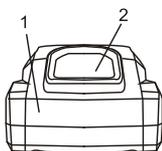
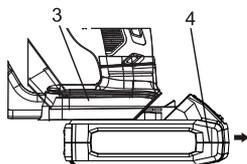

Fig. 3
Fig. 4
2. Brancher le chargeur de batterie dans la prise de courant et s'assurer que le voyant à DEL vert (5) s'allume. Si ce n'est pas le cas, se reporter au tableau (Fig. 3) pour déterminer le problème.
3. Tourner le chargeur (4) à l'envers et la glisser sur la batterie (2).
1. Lorsque le chargeur est branché dans la prise murale et qu'il n'y a AUCUNE batterie sur le chargeur, le voyant lumineux vert (5) s'allume pour indiquer que le chargeur est « sous tension ».
2. Quand une batterie déchargée est placée sur le chargeur, le voyant vert s'éteint et le voyant rouge (6) s'allume. Le voyant lumineux rouge indique que la batterie est en cours de chargement.
4. Consulter la figure 3 ci-dessous pour connaître les autres fonctions des voyants lumineux.
1. Retirer le bloc-batterie déchargé (1) de l'outil en appuyant vers le bas sur le bouton d'éjection (2) situé à l'arrière de la batterie (Fig. 3) et en tirant le bloc-batterie hors de la poignée (3) de l'outil (Fig. 4).